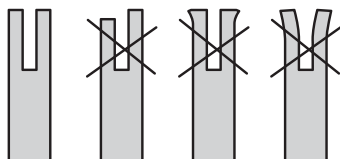

Fig. 39
- > Pour vérifier l'état d'usure du rail: appliquez le bord droit d'une règle contre le bord des lames de coupe, comme indiqué sur l'illustration ci-dessous. Si le rail du guide-chaîne est en bon état, il doit y avoir un interstice entre la règle et le guide-chaîne. S'il n'y a aucun interstice (c.à.d. si vous pouvez appliquer la règle contre le guide-chaîne sur toute sa longueur), le rail du guide-chaîne est usé et a besoin d'être remplacé par un rail du même type (Fig.39).